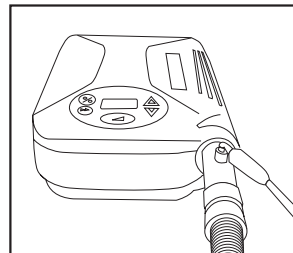

Figure 10
3. L'oxygène peut alors être injecté dans l'alimentation en air en connectant une extrémité d'un tuyau d'oxygène standard à l'adaptateur d'oxygène et en connectant l'autre extrémité de ce tuyau à la source d'oxygène, (Figure 10).